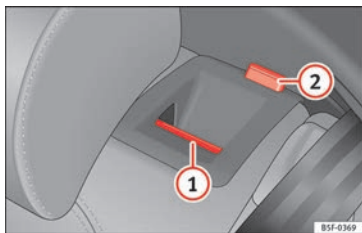

Fig. 111 Dans le dossier de la banquette arrière : touche de déverrouillage (1) ; repère rouge (2).
- Tirez la touche de déverrouillage » fig. 111 (1) vers l'avant et, en même temps, rabaissez le dossier.
- Le dossier arrière est débloquent quand le repère rouge est visible sur la touche (2).
Le dossier arrière est débloquent quand le repère rouge est visible sur la touche » fig. 111 (2).